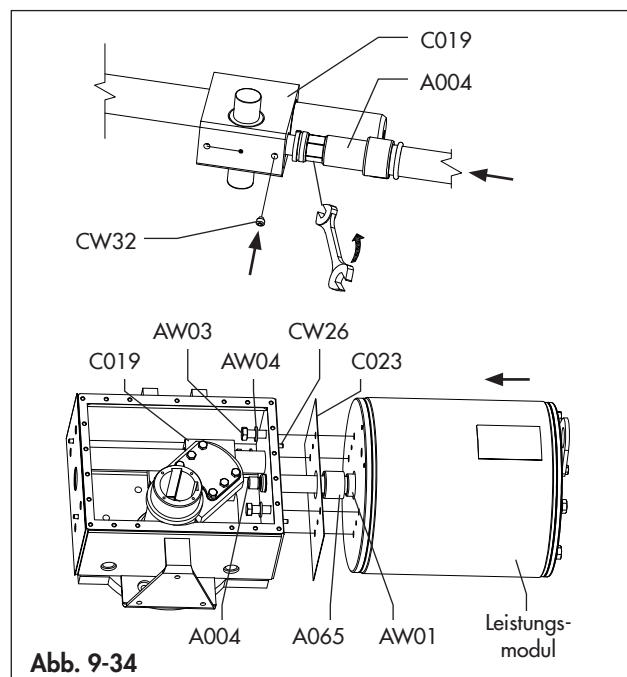

Abb. 9-34
- ➔ Senken Sie den Pleuellring (A005) in der Position, wie in Abb. 9-34 gezeigt, gerade über das Gehäuse der Sektoren (A008.2) in den Zylinder (A003).
- Setzen Sie die Dichtung (C023) wieder ein und stellen Sie sicher, dass sich die Komponenten (CW26), (A065) und (AW01) in der richtigen Position befinden, falls vorhanden, wie in Abb. 9-34.